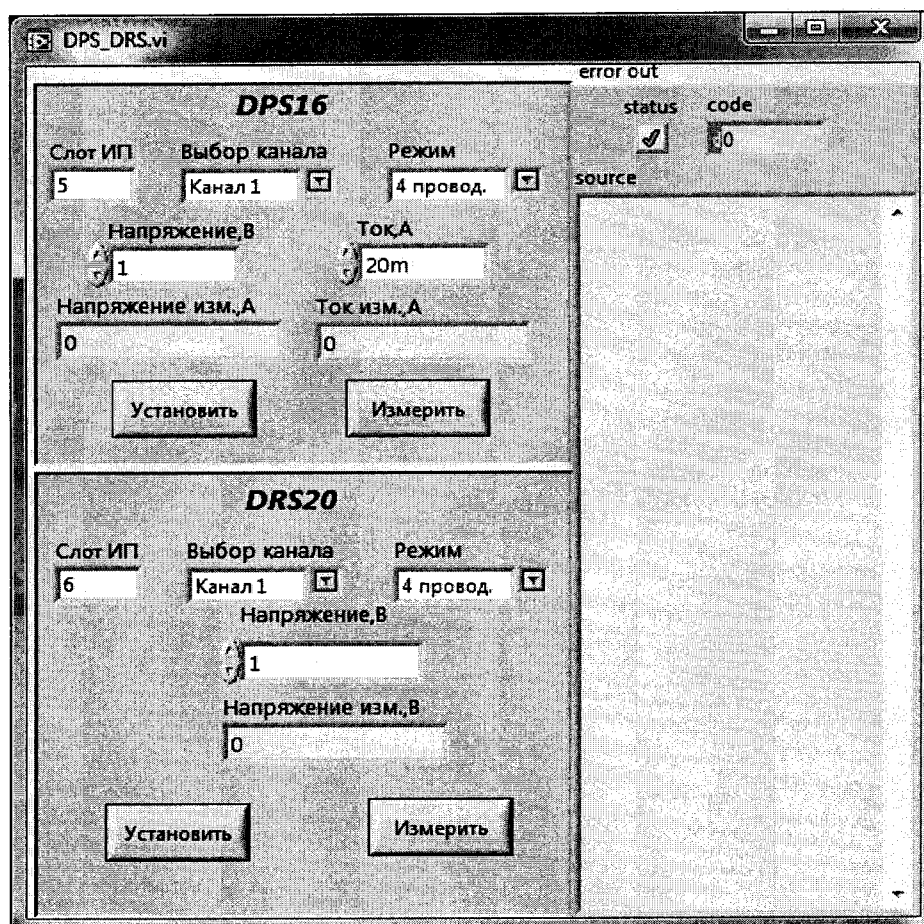

Рисунок 3
7.4.3.1.2 Запустить программу управления источником напряжения постоянного тока DPS\_DRS.exe, в открывшемся окне в поле DRS20 задать значение напряжения, в поле «Режим» выбрать четырехпроводный (рисунок 3).
7.4.4.1.2 Запустить программу управления источником напряжения постоянного тока DPS\_DRS.exe, в открывшемся окне в поле DPS16 задать Ток 150 мА, в поле “Режим” выбрать четырехпроводный (рисунок 3).